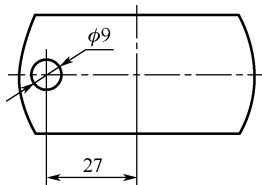

图 5-3 绘制小圆及中心线
(2) 捕捉中心线交点，水平向左追踪 27，得到圆心，绘制  $\phi 9$  小圆及其中心线，如图 5-3 所示。